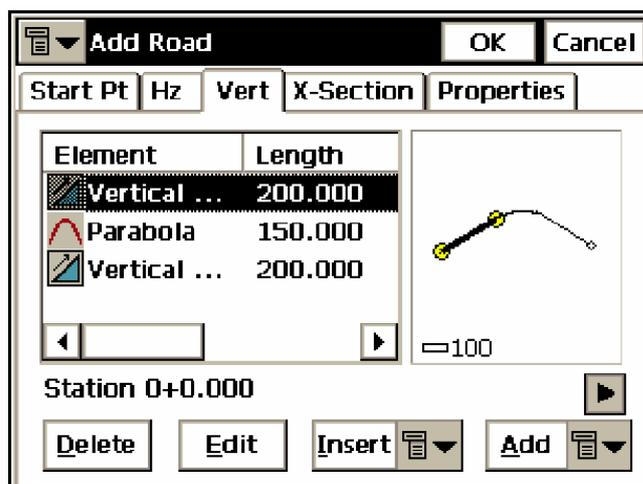

Рисунок 4-37. Добавить трассу - вкладка Vert (Верт)
6. Выбрав вкладку *Vert (Верт)*, добавьте вертикальные разбивочные элементы или длинные секции (для вертикальной разбивки длинными секциями) (рис. 4-37).